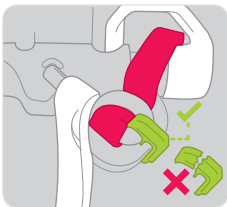

Abbildung 7
- Den Freigabestift auf Anzeichen von Beschädigung, Verbiegung, Korrosion oder Rissen überprüfen. Sicherstellen, dass er nicht ausgerückt ist. Stellen Sie sicher, dass sich die rote Reißleine unter dem Freigabestift befindet, und dass das Gurtband des Lastseils um den Freigabestift gewickelt ist (siehe Abbildung 7).
- Sicherstellen, dass der grüne Clip des Freigabestifts vorhanden und unbeschädigt ist — auf Anzeichen von Beschädigung, Verbiegung, Korrosion oder Rissen überprüfen (siehe Abbildung 7).